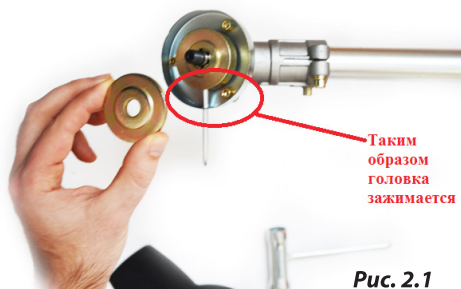
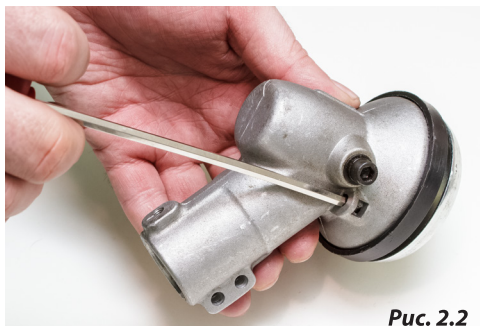

Рис. 2.1
Рис. 2.2
5. Установите внутренний фланец (5) на выходной вал (6) и поверните так, чтобы ключом через отверстие в корпусе редуктора (7) застопорить его (рис.2.1/ рис. 2.2).
6. Установите нож (4) на посадочное место во внутреннем фланце (5).
7. Установите на выходной вал (6) прижимной фланец (3) и отбойник (2).
8. Закрутите гайку (1) с помощью ключа. Резбовое соединение имеет левую резьбу, поэтому закручивание производите в направлении против часовой стрелки. Снятие режущего ножа производите в обратном порядке.